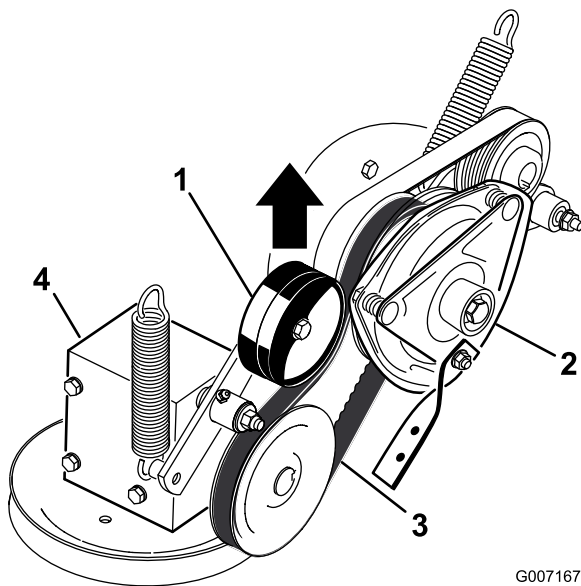

Figura 61
4. Tire hacia arriba de la polea tensora a resorte de la correa de la TDF, y retire la correa de la polea del embrague (Figura 61).
16. Tire hacia arriba del brazo tensor tensado con muelle de la correa de la toma de fuerza, e instale esta en la polea del embrague (Figura 61).